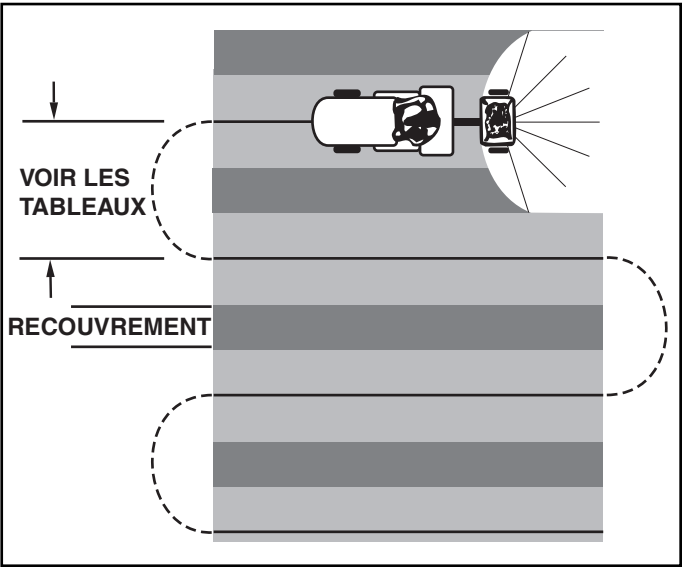

FIGURE 17
- 8. Pour assurer un épandage uniforme, effectuez chaque passe de sorte que sa couverture recouvre légèrement celle de la passe précédente, comme indiqué par la figure 17. Les largeurs approximatives de couverture pour différents produits sont indiquées dans le tableau d'application ci-contre.